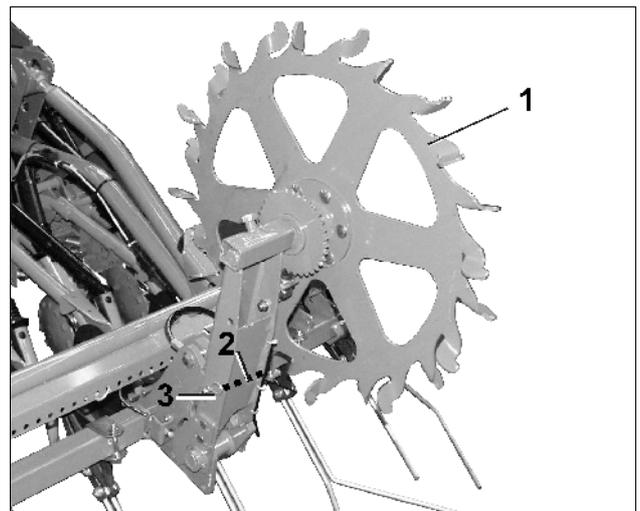

Fig. 100
- Spornrad von Hand kurz anheben (Fig. 100/1), Federvorstecker (Fig. 100/3) lösen, Bolzen (Fig. 100/2) ziehen und Spornrad absenken.